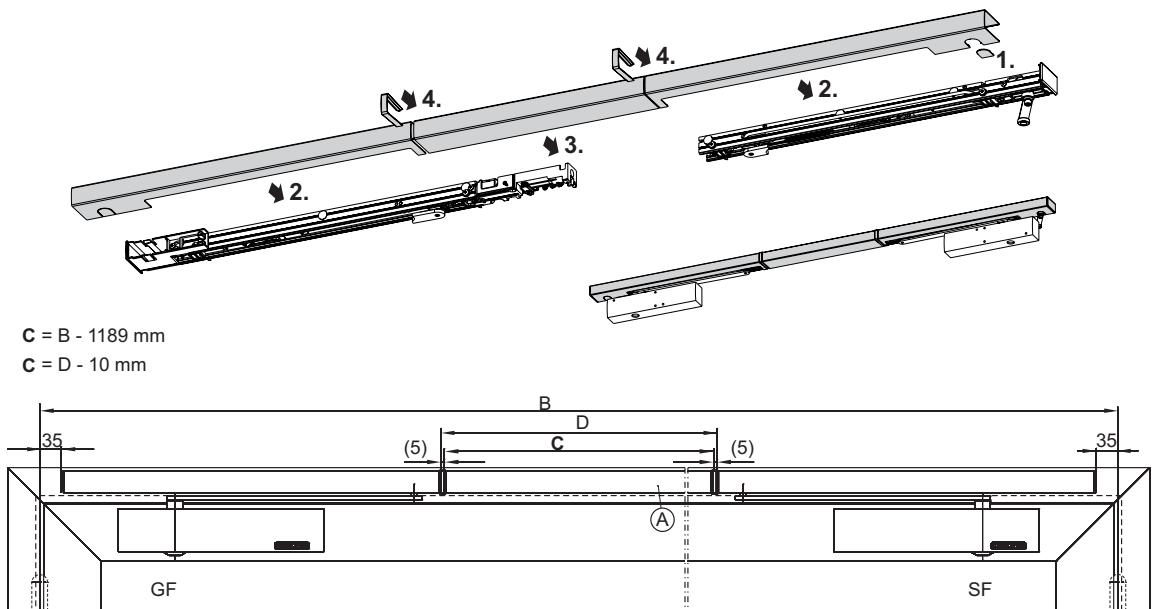

Fig. 6.11.1
- ▶ Raccourcir à la cote „C“ le cache central „A“ pouvant être recoupé à longueur (**Fig. 6.11.1**).